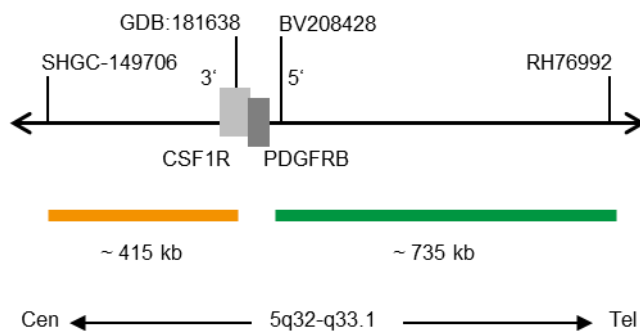

Fig. 1: SPEC PDGFRB Mapa de la sonda (no está a escala)
- Polinucleótidos marcados en verde (excitación a 503 nm/emisión a 528 nm) ZyGreen (~10,0 ng/ μ l), dirigidos a secuencias localizadas en 5q32-q33.1* (chr5:149,548,518-150,285,722) distales a la región del punto de ruptura de PDGFRB (ver Fig. 1).
- Polinucleótidos marcados en naranja (excitación a 547 nm/emisión a 572 nm) ZyOrange (~4,5 ng/ μ l), dirigidos a secuencias localizadas en 5q32* (chr5:149,058,515-149,471,369) proximales a la región del punto de ruptura de PDGFRB (ver Fig. 1).